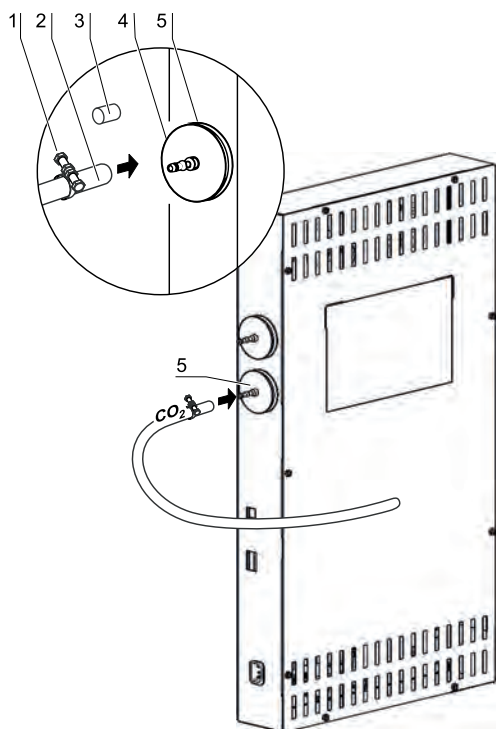

図 4-11. ガス耐圧ホースの取付
2. ガスインテークフィルタの保護キャップ（図 4-11、3）を取り外します。
3. ホースクランプ（図 4-11、1）をガス耐圧ホース（図 4-11、2）にスライドさせ、ガス耐圧ホースをガスインテークフィルタのコネクタ（図 4-11、4）に接続します（図 4-11、5）。